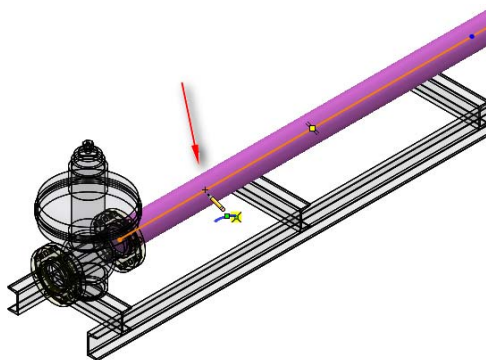

图 18-93 分割点
① 单击管道设计工具栏中的“编辑线路”命令，打开 3D 线路草图。
② 进入到 3D 线路草图，单击“步路工具”工具栏中的“分割实体”按钮，单击图 18-93 所示的位置，在管道的中心线添加分割点。将一个点添加到想放置配件的地方。分割完成后按 Esc 键关闭分割线路工具。